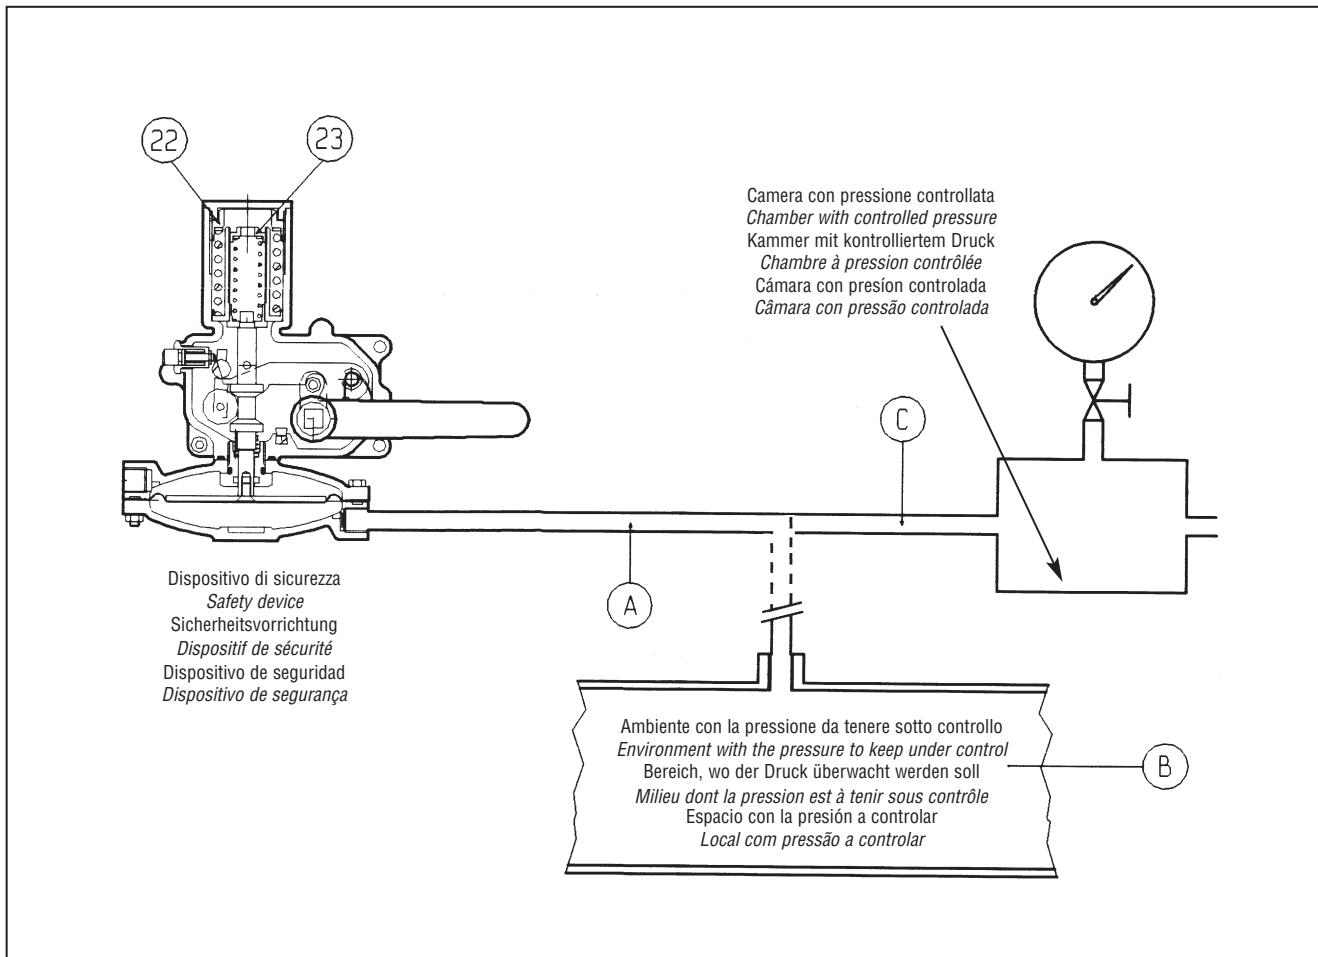

Fig. 18
B) Per dispositivi sprovvisti della valvola "push" (fig. 18) è consigliabile collegare separatamente la testata di comando ad una pressione ausiliaria controllata e ripetere le operazioni qui sopra descritte.
B) On devices without the "push" valve (fig. 18) we recommend separately connecting the control head to a controlled auxiliary pressure and repeat the operations described above.
B) Bei Anlagen ohne Prüfventil "Push" (Abb. 18): Impulsleitung lösen und Prüfleitung am SAV-seitigen Anschluß anschließen; weiteres Vorgehen wie oben beschrieben.
B) Pour les dispositif sans vanne "push" (fig. 18) il est conseillé de brancher séparément la tête de commande à une pression auxiliaire contrôlée. Répéter les opérations décrites ci dessus .
B) Respecto a los dispositivos no provistos de la válvula "push" (fig. 18), se aconseja conectar por separado la cabeza de mando con una presión auxiliaria controlada, y repetir las operaciones descritas más arriba.
B) Para instalações sem a válv. "push", ligar directamente a fonte exterior de pressão ao prato da válv. de segurança (fig. 18) e proceder como descrito anteriormente.